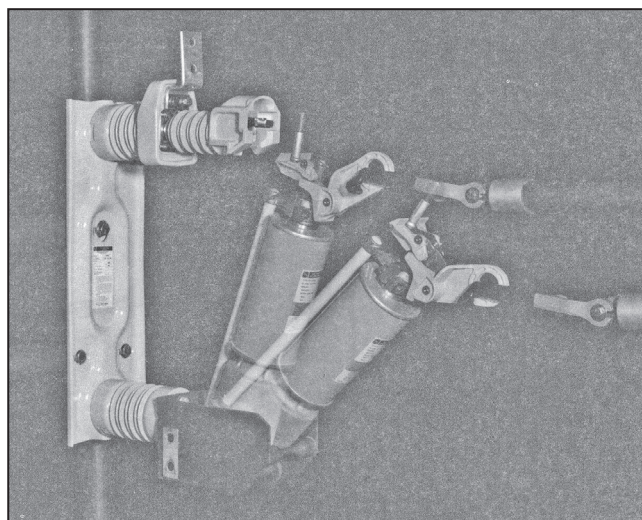

Figura 3. Cierre (o apertura) del fusible.
PASO 2. Jale el fusible vigorosamente hasta que complete todo su trayecto sin detenerse en ningún punto. Ver Figura 3. Se debe ejercer una fuerza constante hacia abajo sobre la pértiga universal durante la operación de apertura del fusible con el fin de contrarrestar cualquier tendencia que el fusible tenga por rebotar hacia la posición de cierre. **Nota:** El Interruptor Uni-Rupter fue diseñado para que se requiera de un estirón fuerte para liberar el fusible, lo cual reduce la posibilidad de realizar una operación de apertura incompleta.
PASO 2. Mientras las puntas del gancho manipulador Grappler apuntan hacia abajo, inserte la punta más larga en el anillo de tiro del fusible. Después, mientras usted voltea hacia otro lado, cierre el fusible con un golpe rápido y sin titubeos. Ver Figura 3 en la página 7.